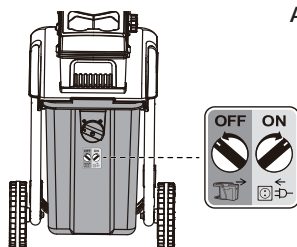

Abbildung 6
1. Setzen Sie den Auffangbehälter (5) in den Rahmen (2) ein. Der Auffangbehälter (5) lässt sich wie in Abbildung 6 gezeigt nur in einer Richtung einsetzen.